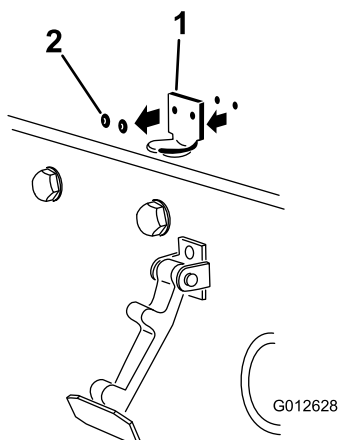

Figure 3
2. Retirez les 2 rivets qui fixent le support de loquet au capot (Figure 3). Déposez le support de loquet du capot.